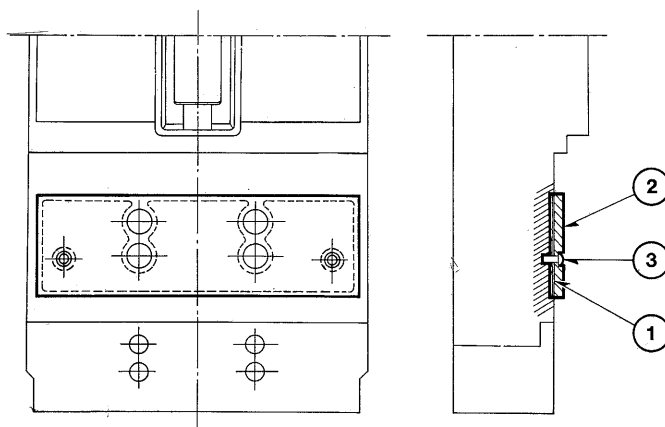

Fig. 36
**8.12. Protezione trasparente** della scatola sganciatori termomagnetici : impedisce l'accesso alle manopole di regolazione (fig. 36)
- b) dall'interno, attraverso i due fori laterali, con una punta bucare la targhetta autoadesiva (1)
- c) sistemare sul coperchio la protezione (2) come in figura e fissarla con i chiodini isolanti (3)
**8.12. Transparent protection** for thermomagnetic releases, preventing the access to adjusting knobs (fig. 36)
- b) pierce the self-adhesive label (1) through the two side holes
- c) secure the protection (2) on the cover with the insulating nails (3) as shown on the figure